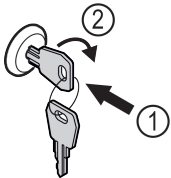

Fig. 146 Példaként szolgáló ábrázolás
- ▶ Dugja be a kulcsot Fig. 146 (1).
- ▶ Forgassa el a kulcsot 90°-kal az óramutató járásával megegyező irányba Fig. 146 (2).